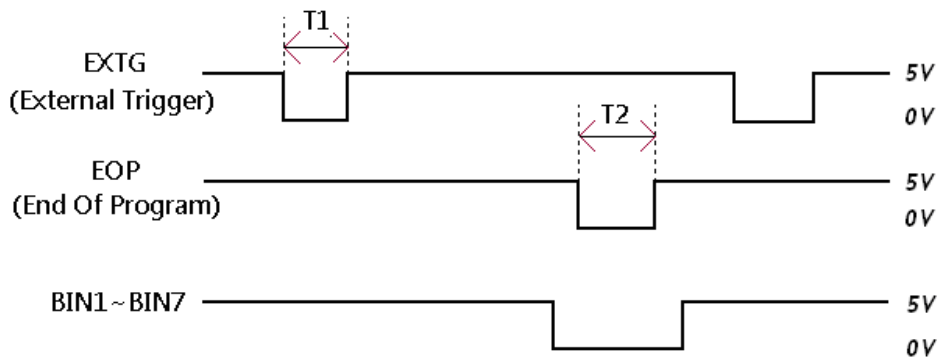

图 2-36
- 2)在 EXTG Pin 输入一低脉冲即开始进行烧录, 如图 2-36 中的 T1(此动作等同于按下 e-WriterPro 上红色烧录键)
- 3)承 2, 可持续对 EOP Pin 进行轮询(Polling), 若取得一低脉冲, 如上图 2-36 中 T2, 则代表烧录已完成
- 4)在 EOP 低脉冲期间(即上图 2-36 中 T2 期间), 检查 BIN1~BIN7 等 Pin 的状态可得知烧录结果, 如 BIN1 在 T2 区间为低(Low)代表烧录成功, 而 BIN4 在 T2 区间为低代表烧录失败, 因 IC 非空